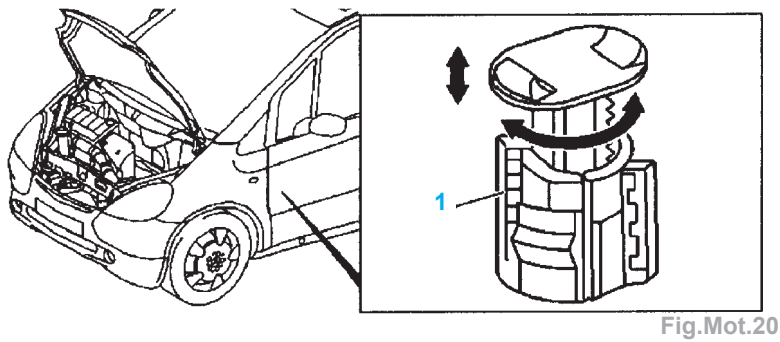

Fig.Mot.20
- Désenclencher la butée de pleins gaz ou de kick-down en tournant à gauche (Fig.Mot.20).